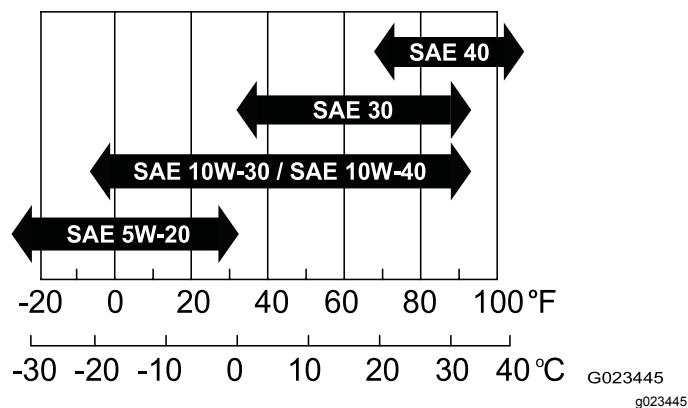

Figura 13
- **Viscosidad:** SAE 30; consulte otras viscosidades en la tabla siguiente (Figura 13):